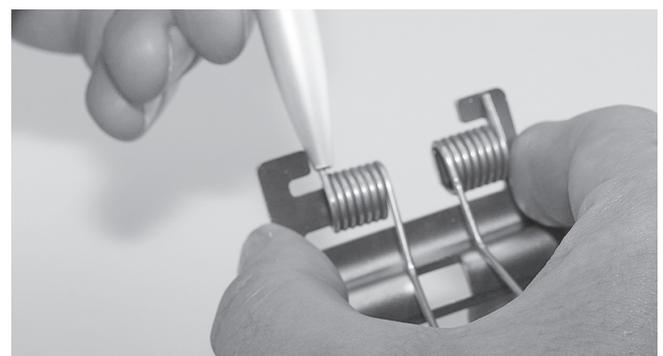
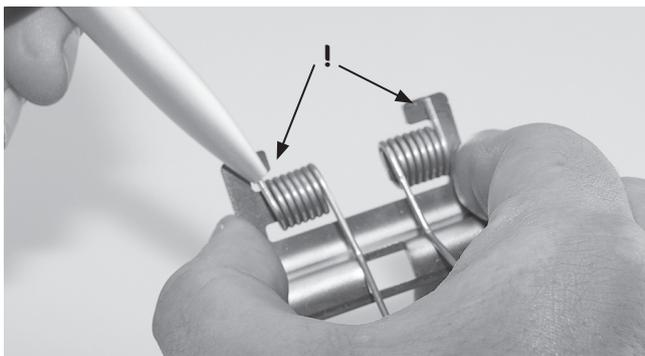
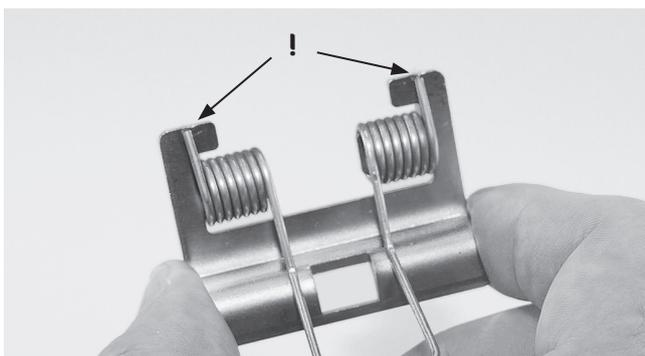

Abb. 4
Abb. 5
Abb. 6
2. Den Kugelschreiber jeweils an beiden Seiten auf den Endstift aufsetzen (Abb. 4) und ihn mit einer Hebelbewegung nach vorne holen (Abb. 5), so dass der Endstift zur Außenseite auf dem oberen Steg des Halteelements aufliegt (Abb. 6). Diesen Vorgang an allen restlichen Halteelementen wiederholen.